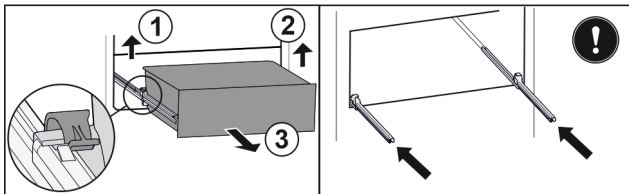

Fig. 111
- ▶ Levante la brida izquierda y, simultáneamente, tire de la parte izquierda del cajón hacia delante. Fig. 111 (1)
- ▶ Levante la brida derecha y, simultáneamente, tire de la parte derecha del cajón hacia delante. Fig. 111 (2)
- ▶ Extraiga el cajón hacia delante. Fig. 111 (3)